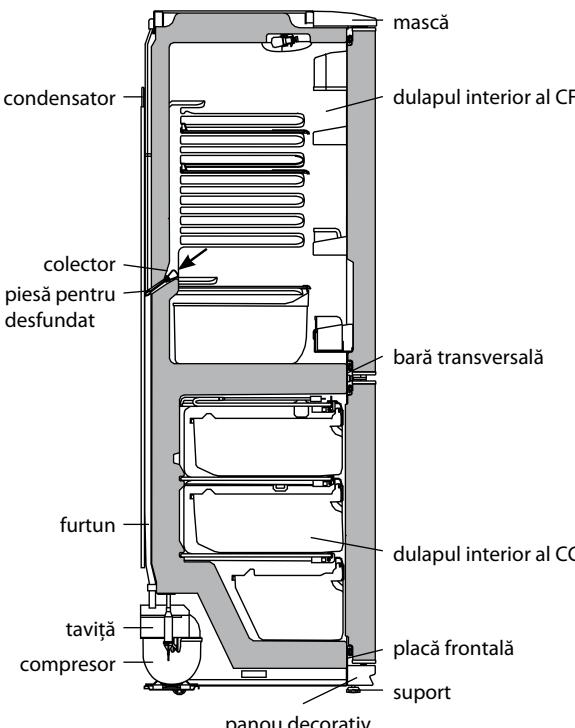

Figura 5 — Schema surgerii apei rezultate în urma topirii din CF
**3.5.1** În CF se folosește un sistem automat de dezghețare. Bruma, care apare pe peretele din spate a CF, după deconectarea compresorului care lucrează în ciclu, se topește și se transformă în picături de apă. Picăturile de apă rezultată în urma topirii se scurg în colector, apoi prin gaura acestuia și prin furtun - în taviță de pe compresor, în conformitate cu figura 5 și se evaporă. Gaura colectorului este dotată cu o piesă pentru prevenirea înfundării sistemului de drenaj.
Prezența apei în colector indică înfundarea sistemului de drenaj. Pentru eliminarea înfundării folosiți piesa corespunzătoare și curățați gaura colectorului, astfel ca apa să se scurgă liber în taviță, apoi spălați piesa și instalati-o în conformitate cu figura 5.
**SE INTERZICE** să utilizați frigiderul cu sistemul de scurgere înfundat. Apa care a apărut la baza CF sau care a ajuns în locul de alăturare a barei transversale și a dulapului interior al CF, în conformitate cu figura 5, poate provoca coroziunea dulapului exterior al frigiderului și elementelor agregatului frigorific, defectarea izolației termice, formarea crăpăturilor dulapului interior și defectiunea frigiderului.
**SE INTERZICE** dezghețarea CC fără utilizarea elementului pentru drenare. Apa rezultată în urma topirii care se scurge din cameră afară de elementul pentru drenare, patrunzând în locul de alăturare a plăcii frontale la dulapul interior în conformitate cu figura 5, poate provoca coroziunea dulapului exterior al congelatorului și a elementelor agregatului frigorific, defectarea izolației termice, formarea crăpăturilor dulapului interior și defectarea dulapului frigiderului.